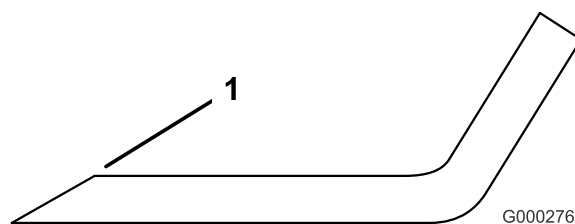

Figura 85
3. Controllate i taglienti di tutte le lame, e affilatele se fossero ottusi o scheggiati. Affilate soltanto la parte superiore del tagliente e mantenete l'angolo di taglio originale per garantire l'affilatezza (Figura 85). La lama rimane bilanciata soltanto se viene rimossa una quantità uguale di metallo da entrambi i taglienti.